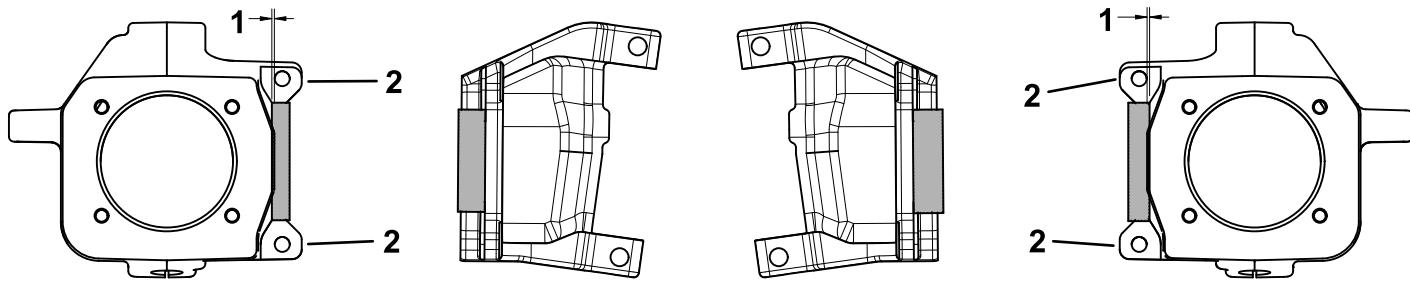

Figure 7
1. Meulez sur 1,78 mm d'épaisseur dans les porte-fusées droit et gauche, comme montré à la Figure 7.
**Important:** Ne meulez pas les surfaces indiquées sur la Figure 7.
2. Meulez sur 0,76 mm d'épaisseur dans chaque côté de l'essieu arrière, comme montré à la Figure 7.